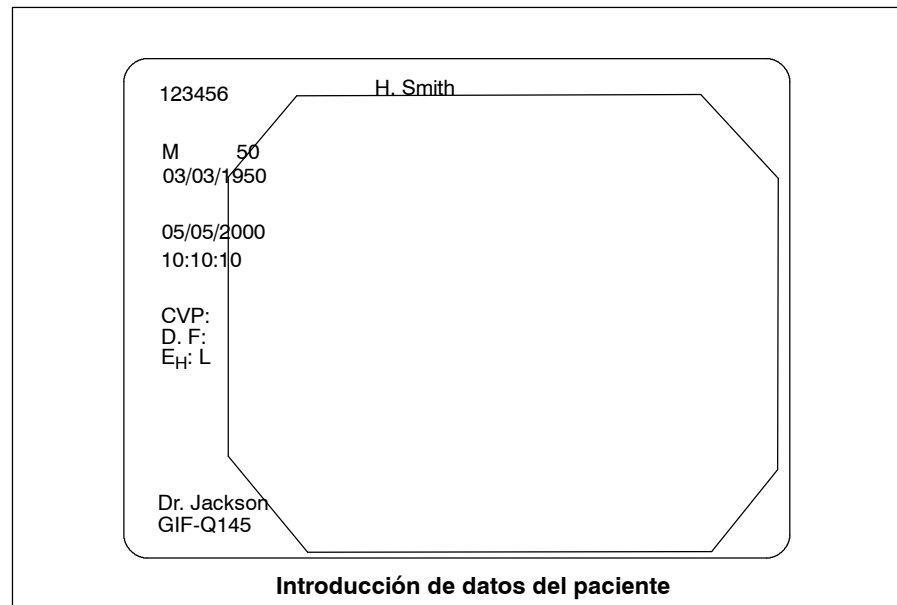

Figura 6.44
4. Si introduce los datos del paciente que se indican a continuación en la pantalla aparecerán los datos como en la figura 6.44.